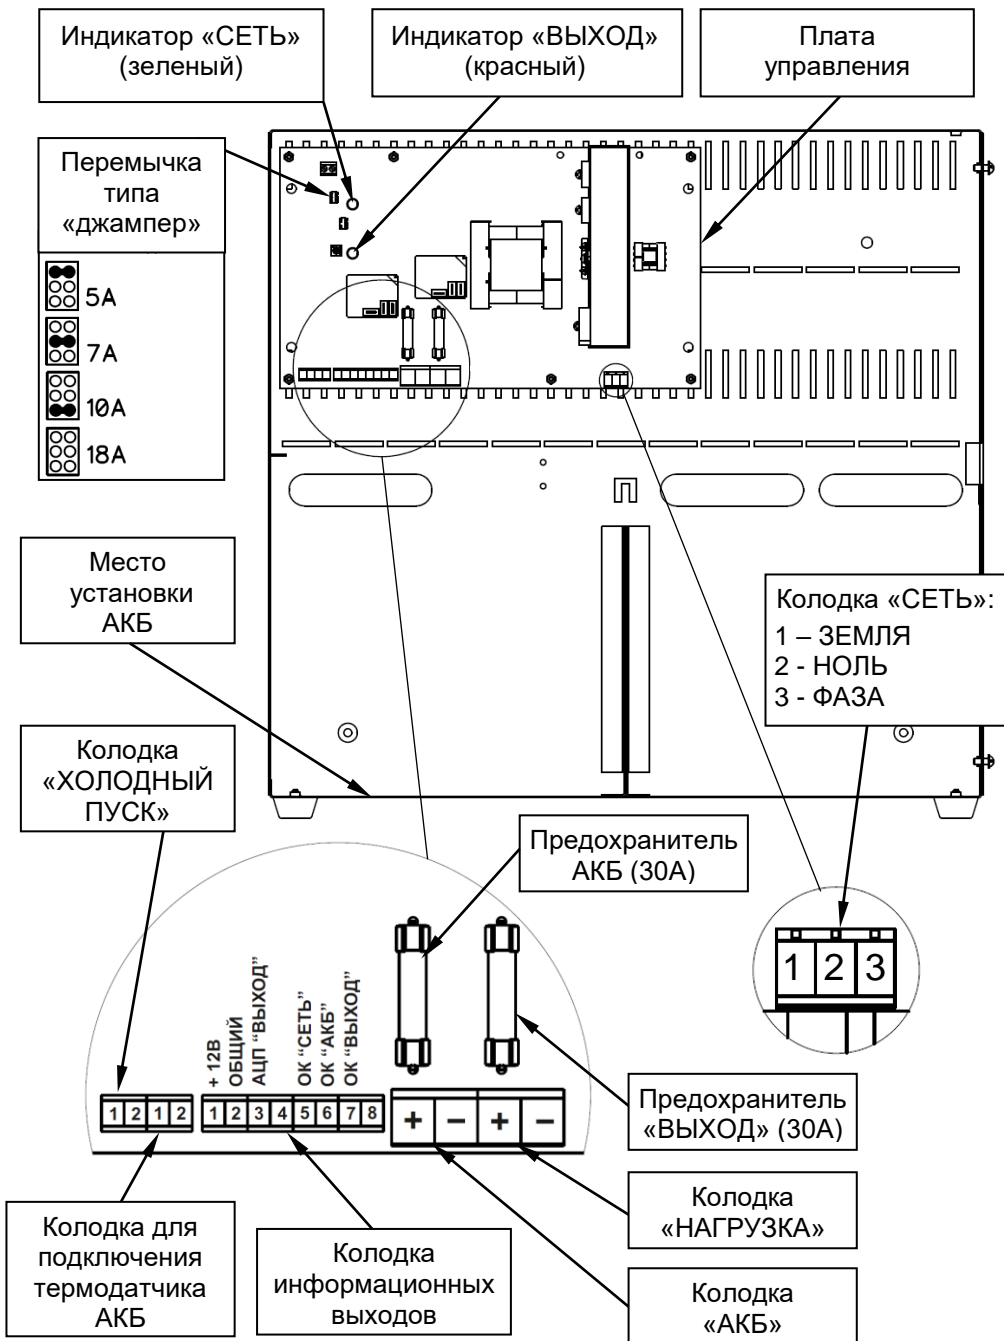

Рисунок 1 - общий вид источника с открытой крышкой
- возможность восстановления работоспособности источника при подключении исправной и заряженной АКБ и отсутствии напряжения питающей сети («холодный запуск») путем кратковременного замыкания контактов соответствующей колодки (см. рисунок 1);
Источник обеспечивает ограничение тока заряда АКБ. Выбор одного из четырех значений ограничения тока заряда АКБ осуществляется установкой/удалением соответствующей перемычки типа «джампер» (см. рисунок 1) в соответствии с рекомендациями таблицы 2.
Не светится	Выход «НАГРУЗКА» отключен: - АКБ отсутствует или - напряжение на клеммах АКБ менее 10,5 В, или - неисправен предохранитель АКБ (см. рисунок 1)
Выполните подключение внешних цепей к источнику в соответствии с назначением клемм подключения (Рисунок 1) в следующей последовательности:
- ♦ Провод заземления подключите к клемме 1 (ЗЕМЛЯ) на колодке «СЕТЬ» (см. рисунок 1).
- ♦ Установите перемычкой-джампером требуемое значение ограничения тока заряда АКБ (см. рисунок 1 и таблицу 2);
- ♦ Проверьте наличие и исправность предохранителей, расположенных на плате управления (см. рисунок 1);
- ♦ Подключите, **соблюдая полярность**, кабель питания нагрузки к клеммам колодки «НАГРУЗКА» (см. рисунок 1).
- ◆ Подключите, **соблюдая полярность**, перемычки АКБ к клеммам колодки «АКБ» (см. рисунок 1) (перемычки АКБ входят в комплект поставки).